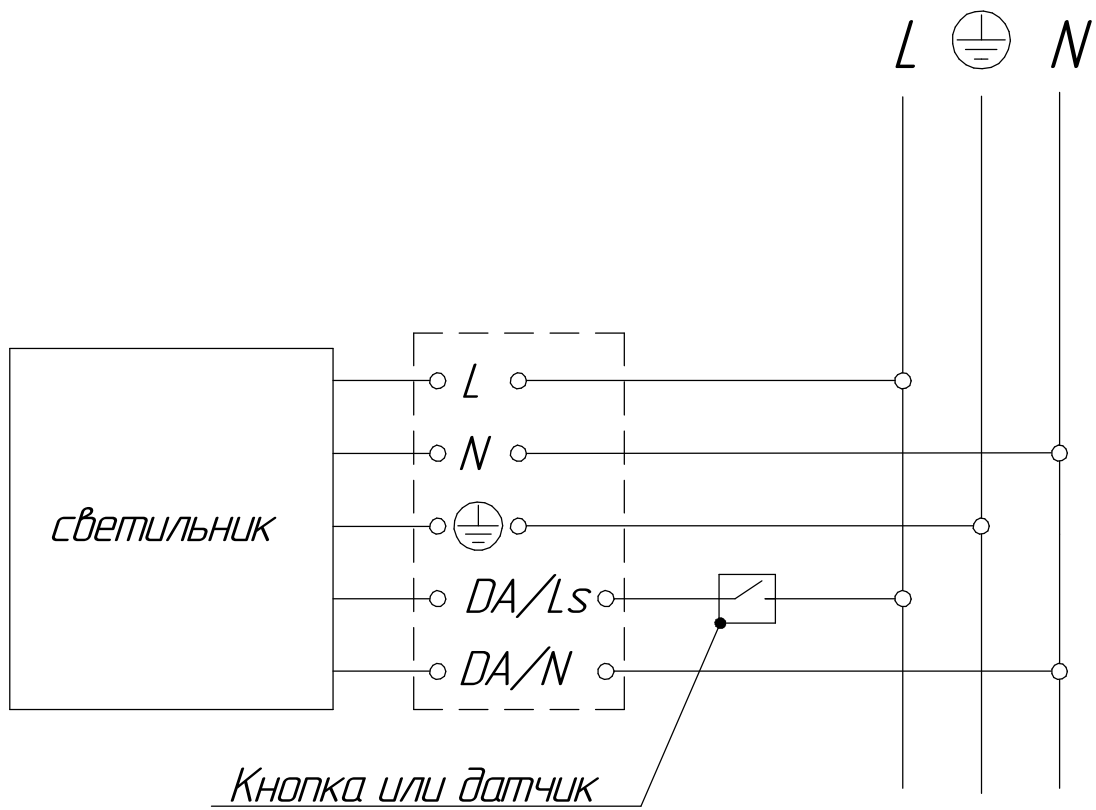

Рисунок 5- Схема подключения светильника с дежурным режимом к сети.
5.3 Функция "Дежурный режим" позволяет обеспечивать автоматическое снижение светового потока и автоотключение светильника как при работе с обычными кнопками так и с датчиками движения. Данная функция реализует 2 уровня светового потока: 100 и 10%, а также плавное выключение светильника. Подключение светильника осуществляется согласно схеме рис. 5. При установке кнопки или датчика необходимо учитывать длину проводов от светильника до кнопки (датчика), которая не должна превышать 25 м. При управлении с помощью стандартных кнопок возможно управление группой светильников (до 20 шт.) с общей длиной кабеля DALI до 25 м, при этом все светильники группы должны быть обязательно подключены к одной фазе.
5.5 Светильники с управлением по протоколу DALI дополнительно имеет функцию "Диммирование касанием". Данная функция реализуется путем прямого подключения кнопочного выключателя (*выключатель должен быть обязательно без фиксации*) к светильнику по схеме рис. 5.